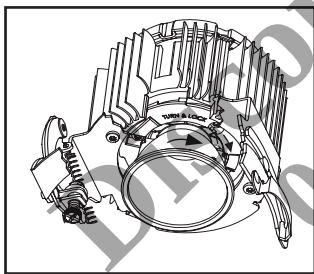
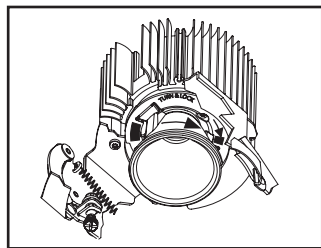

Figura 14. Girar
Figura 15. Bloquear
3. Gire en el sentido de las agujas del reloj para enganchar (Figura 14.) y para bloquear (Figura 15.).